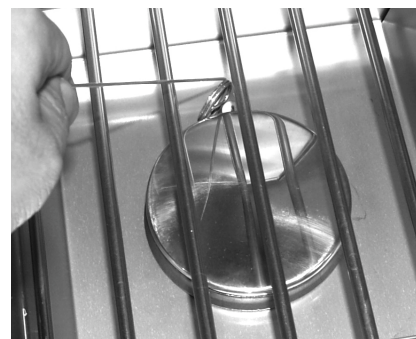

Fig. 32-2 - Éclairage manuel
2. Insérez un allumeur brûlant de butane de long-baril, une allumette brûlante de long-tige, ou une allumette brûlante tenue par un support de prolongation de fil par la grille à cuire s'ouvrant au brûleur (Fig. 32-2). Tenez la flamme contre le bord du brûleur.
4. Si le brûleur ne se allume pas dans les cinq (5) secondes de tourner le bouton de commande, **appuyez immédiatement sur le bouton et tournez la valve jusqu'à la position OFF**. ATTENDEZ CINQ (5) MINUTES avant de répéter les étapes 2 à 4 des instructions MANUELLES D'ÉCLAIRAGE.